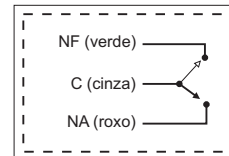

Figura 2
- Conecte os fios de controle aos contatos: C, NF e NA (Figura 2), utilize os contatos NF e C para ligação em centrais de alarme e os contatos NA e C para automatização de portões;